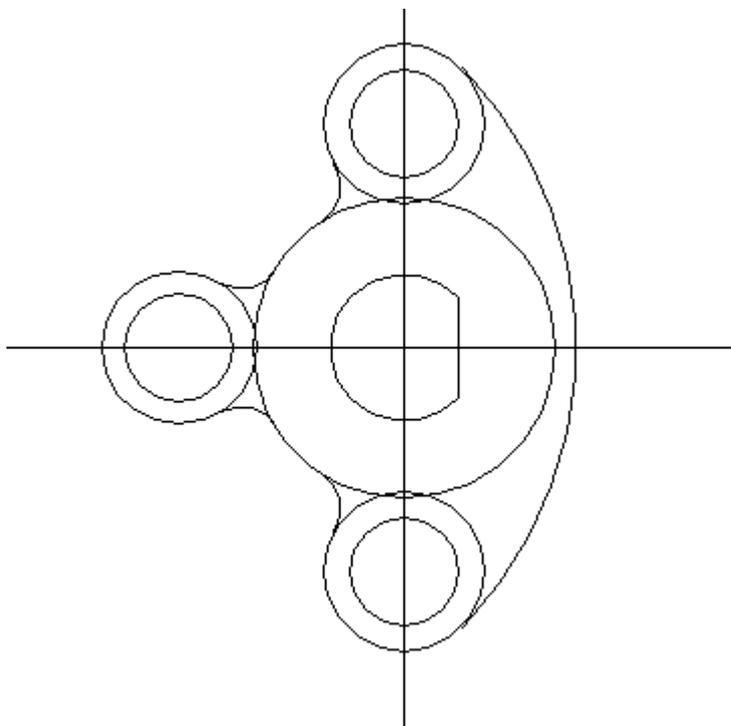

Рис. 5
7. С помощью команды **TRIM** удаляем лишние части окружности: активизируем пиктограмму **TRIM** → выделяем верхнюю, нижнюю окружности и вертикаль как режущие кромки → **Enter** → щелкаем по левой части большой окружности, затем по оставшимся кусочкам окружности сверху и снизу → **Enter** (рис. 5).